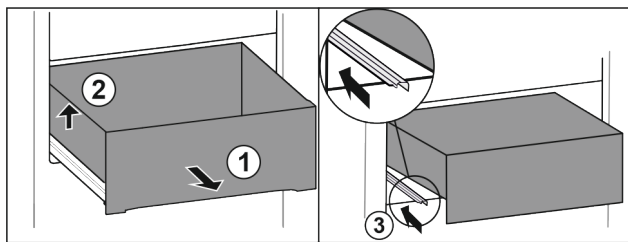

Fig. 87
- ▶ 将抽屉拉出至止挡。 Fig. 87 (1)
- ▶ 抬起抽屉左侧。 Fig. 87 (2)
- ▶ 推入左侧轨道。 Fig. 87 (3)